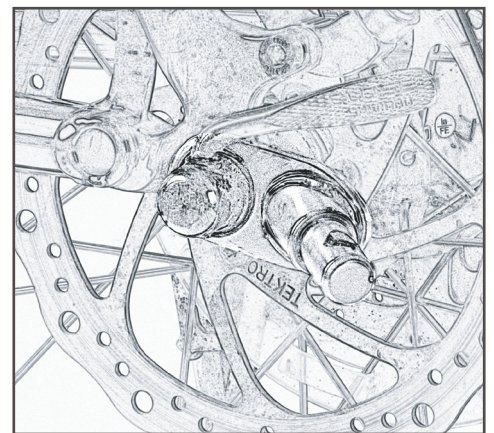

図25
2. ヒッチをスキューアへとスライドさせ、アングルタブが外を向くようにし、スキューアを軸に再度取り付け、ヒッチタブが自転車のリアを向き、ほぼ地面と平行となるように配置します(図25)。